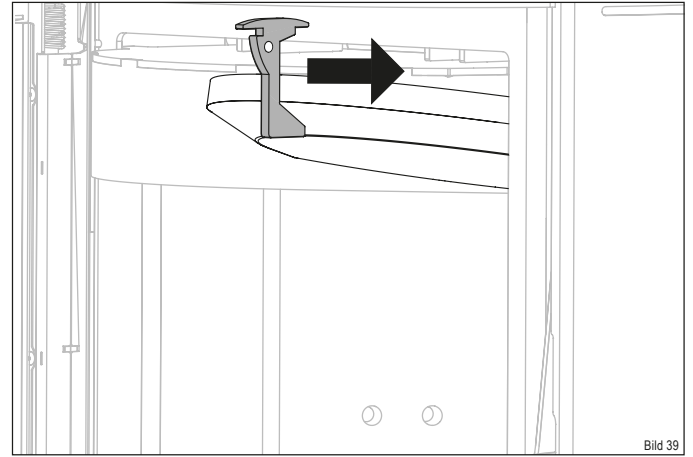

Bild 39
- ▶ Schieben Sie den Thermosteinhalter nach vorne (Bild 39).